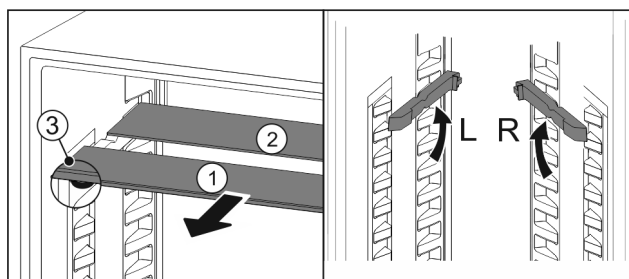

Fig. 20
- ▶ Vytiahnite sklené dosky jednotlivo dopredu Fig. 20 (1).
- ▷ Sklená doska Fig. 20 (1) s ozdobnou lištou leží vpredu.
- ▷ Zarážky Fig. 20 (3) ukazujú nadol.